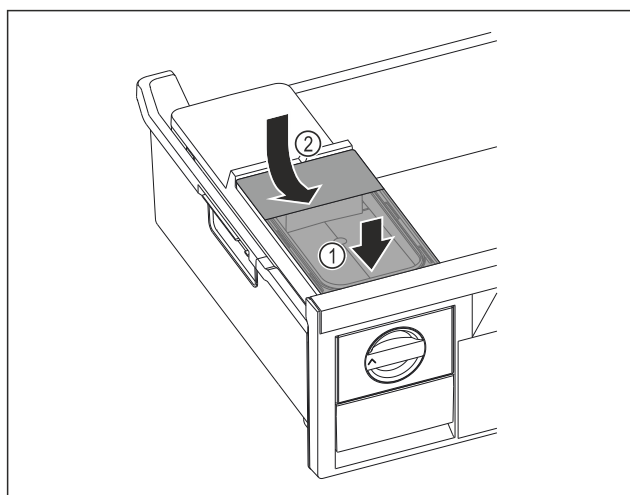

Fig. 214
- Rezervoar za vodo namestite spredaj. Fig. 214 (1)
- Zadaj rezervoar za vodo spustite. Fig. 214 (2)